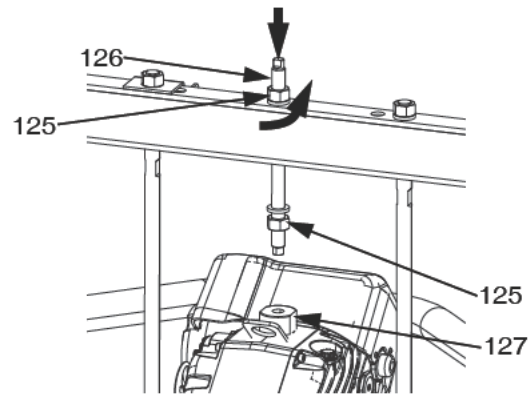

図 28: 55 ガロンプラテン
- a. D200 3 インチおよび D200s 6.5 インチ供給ユニット:クロスバーの下のナット (125) をゆるめます。レンチを使用して吊り上げリングアダプタ (127) を所定の場所に保持し、別のレンチでクロスバーの上のネジ山付きロッド (126) を緩めます。図 28。